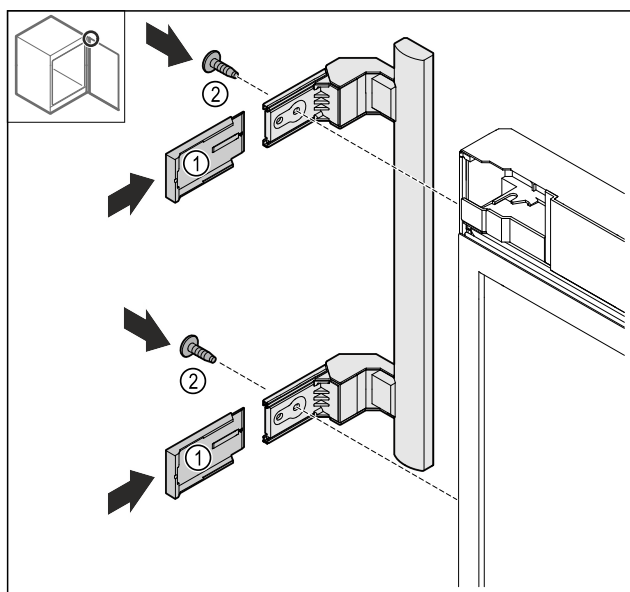

Fig. 25
- Skub afdækningerne Fig. 25 (1) på.